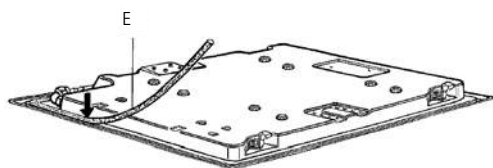

Fig. 9
- A aplicação da massa de calafetar deve ser feita da seguinte forma: apoiar o cooktop com o seu lado inferior para cima (fig. 9). As tiras de massa de calafetar "E" devem ser colocadas na borda que ficará em contato com o tampo, em toda a sua periferia. Fazer com que a aderência entre a massa de calafetar e a borda do cooktop seja boa, pressionando com os dedos. Ao final deve haver total continuidade do material de isolamento na borda do cooktop.